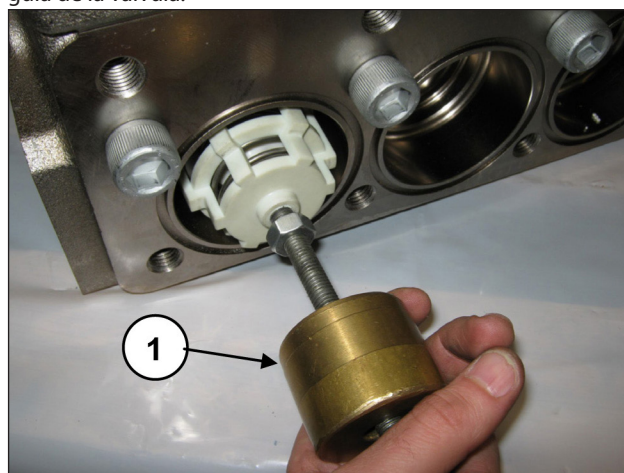

Fig. 144
Extraer el grupo válvula de aspiración aplicando un extractor de percusión (cód. 27516400) en el orificio M10 de la guía de la válvula (pos. ①, Fig. 144) o, como medida adicional, aplicar un adaptador M10-M16 (cód. 25089700) a la rosca M16 de la guía de la válvula.